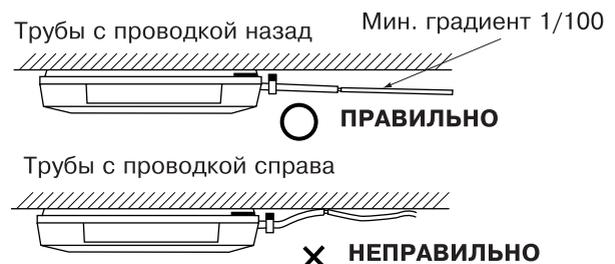

Рис. 27
- Во избежание образования воздушных пробок используйте короткую дренажную трубу и обеспечивайте ее наклон вниз с градиентом не менее 1/100. (См. Рис. 27)